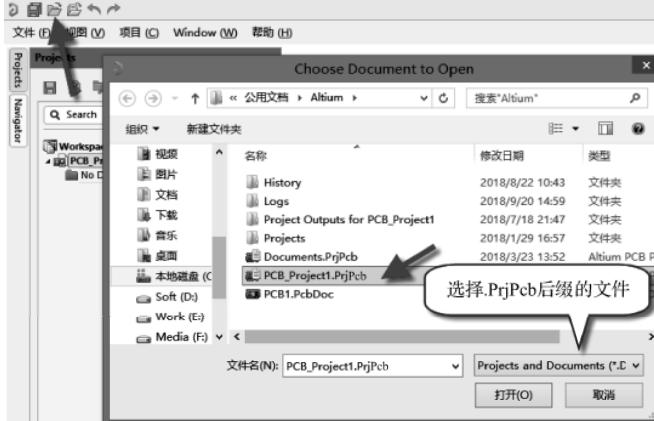

图 3-5 已存在工程文件的打开
(1) 在设计当中可能需要打开已存在的工程文件，这个时候可以执行菜单命令“文件-打开”(快捷键“Ctrl+O”), 也可以单击标准工具栏中的按钮 ，出现如图 3-5 所示的窗口，选择工程文件 (.PrjPcb 后缀)，单击“打开”按钮，即可打开已存在的工程文件。